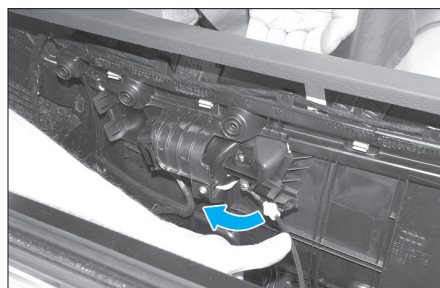

Fig. 32
- Dégrafer fermement la garniture aux endroits indiqués (2).
- Dégrafer le câble d'ouverture de porte de la garniture (Fig.32).